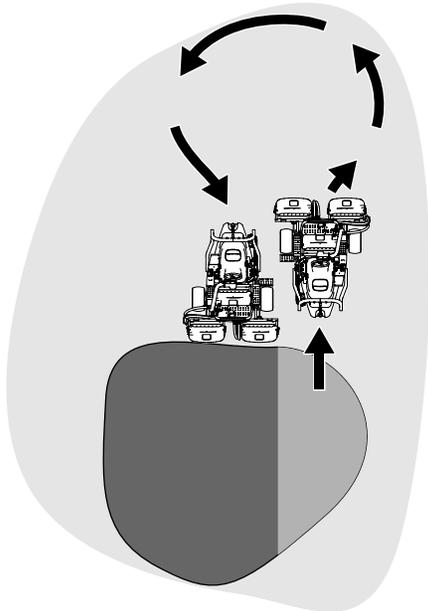

Рисунок 26
6. Чтобы сэкономить рабочее время и облегчить выравнивание для следующего прохода, на короткое время разверните машину в противоположном направлении, а затем направьте ее к нескошенной части. Такое движение машины является поворотом «по каплевидной траектории» (Рисунок 26), позволяющим быстро выровнять ее для следующего прохода.